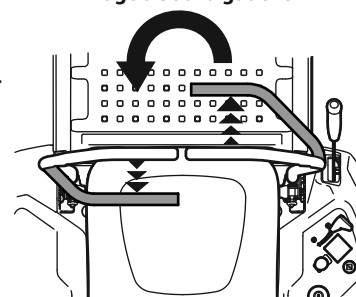

Figure 32
3. Pour tourner à gauche, poussez la barre de conduite droite vers l'avant et tirez la barre de conduite gauche vers l'arrière. Voir Figure 32.